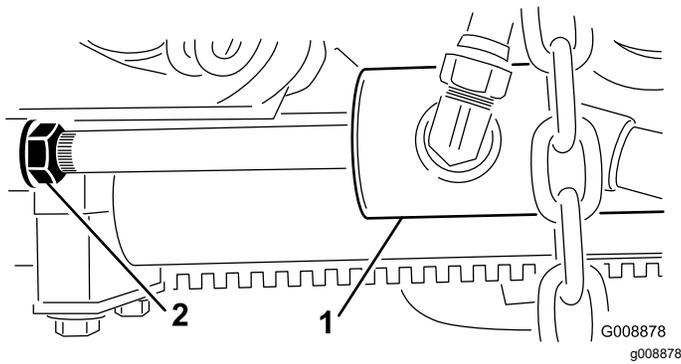

Figura 29
- Afrouxe a contraporca na haste do cilindro de elevação (Figura 29).